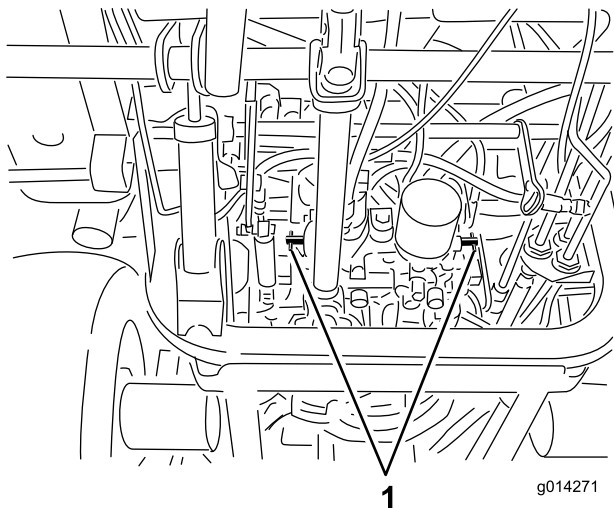

図 19
4. 各バイパスバルブを左回りに1回転させる図19。
各バイパスバルブを右回りに1回転させ、手で普通に締めてください締め付けトルクで約 $8 \text{ N}\cdot\text{m}$ (0.8 kgm) (図 19)。